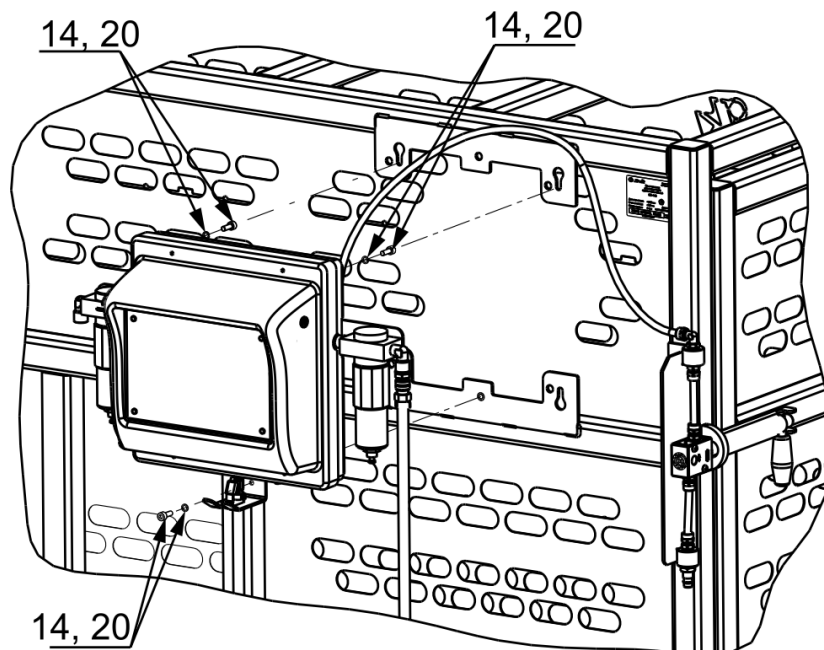

Рисунок 4.4
5.3.3 На передней стенке установить и закрепить винтами 14 автоматизированную систему для накачки шин грузовых автомобилей 5 (см. рисунок 4.4).